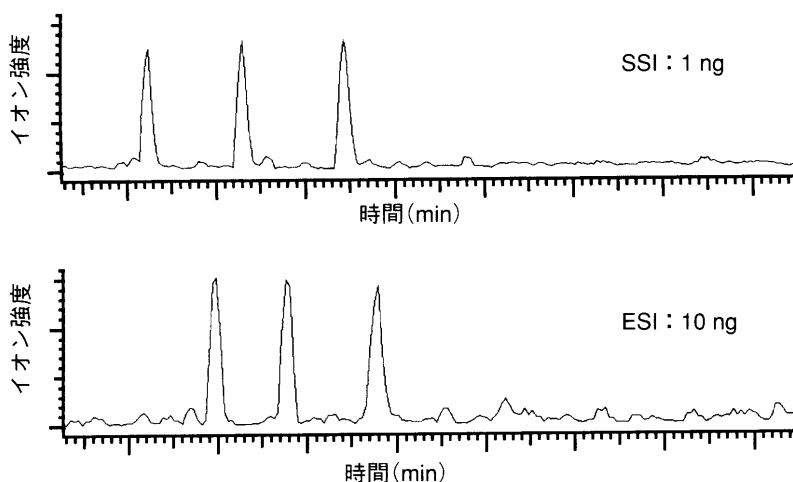

図3 シュクロースのマスキロマトグラム
①SSIでは、糖類を直接高感度で分析出来る(図3)。従来糖類は、ESI等で誘導体化しても高感度で測定するのが困難であった。SSIとESIとの比較を表1に示します。
②SSIでは、農薬のように極性が比較的小さい化合物を高